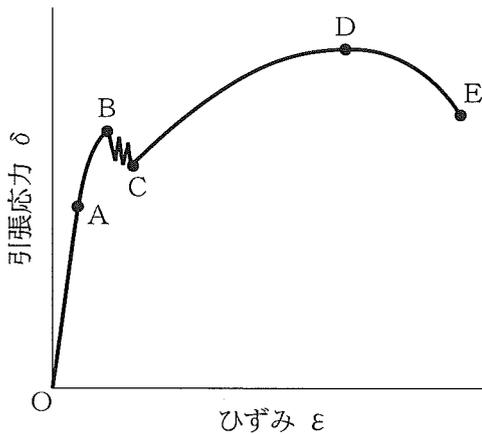

図2
- (1) 図2は、軟鋼の応力-ひずみ線図である。点Oから点Aまで、応力とひずみは比例する。点Aの応力を(a)という。
- (2) 図2において、引張強さを表しているのは、点(b)である。
- (3) 振り子形のハンマで試験片を破断するシャルピー衝撃試験は、材料の(c)を調べる試験である。
- (4) 先端が四角すいのダイヤモンドの圧子を材料に押し込む(d)硬さ試験は、圧子を取り除いたあとに残るくぼみの対角線の長さを測定して硬さを調べる試験である。
- (5) 材料が方向の変わる荷重を繰り返し受けると、その荷重がかなり小さくても破壊することがある。この現象を(e)という。